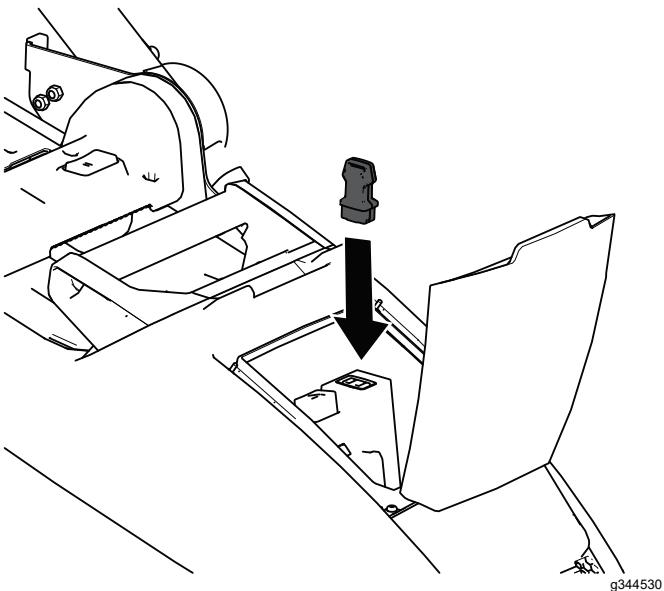

Figure 10
2. Installez la clé de sécurité sur la machine (Figure 10).
1. Relâchez la barre de commande de la lame (Figure 10).
2. Retirez la clé de sécurité de la machine (Figure 10).